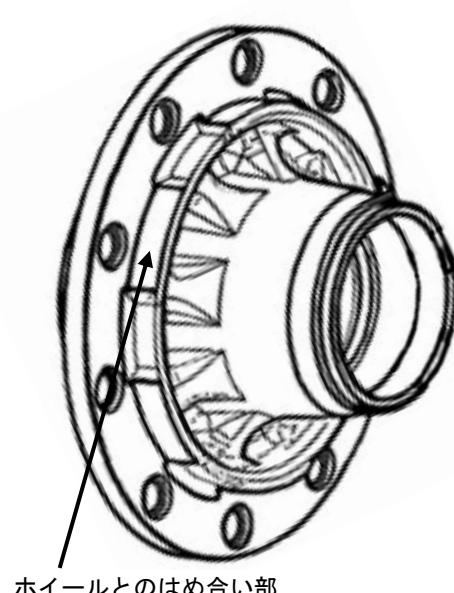

図 6. ISO 方式ハブ
5. ホイール・ナットに ISO 方式を使用しているハブにあっては、ホイールとのめ合い部に摩耗等の異状はないか、特にホイール取付け状態にガタ等の異状がないか目視により点検する。（図 6）